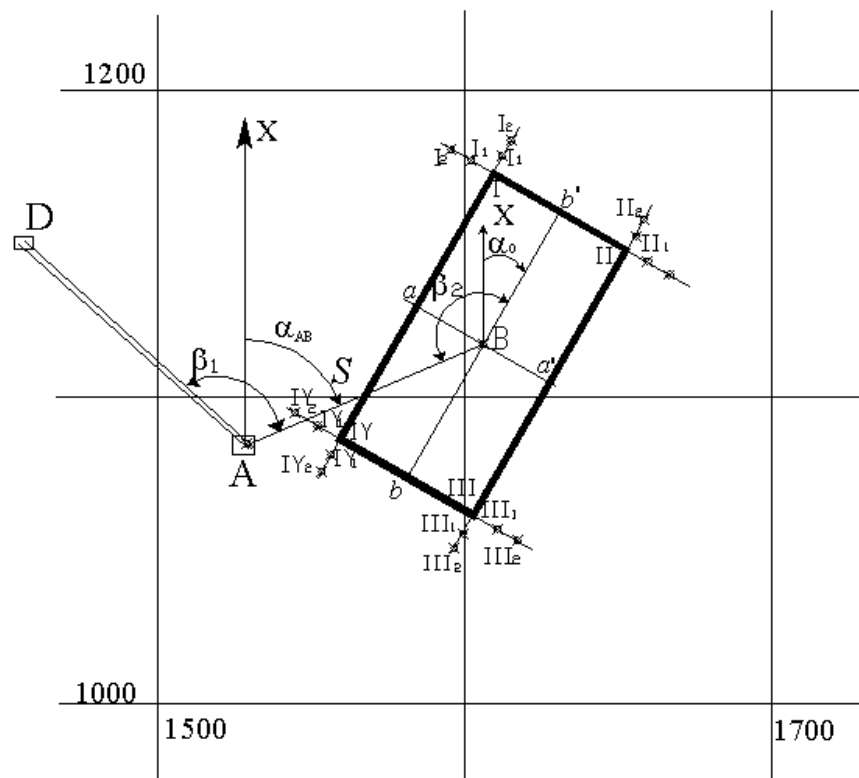

Рисунок 1. Пояснительная схема к проекту разбивки здания на промышленной площадке карьера.
В соответствии с генеральным планом промышленной площадки карьера требуется перенести в натуру здание размером 110x50,0 м. Координаты центра (B) здания (X_B , Y_B) и дирекционный угол (α_0) продольной оси здания приведены в таблице 2. Проект разбивки здания составить на миллиметровке в масштабе 1:1000 (см. рисунок 1).
4) Для переноса в натуру центра (B) здания устанавливают теодолит в точке A и от направления AD откладывают угол β_1 затем по направлению AB стальной рулеткой откладывают горизонтальное проложение S и фиксируют на промышленной площадке точку B . (рис.1).
6) Разбивка в натуре углов здания (I, II, III, IV) производится от осей здания. Устанавливают теодолит в точке " a ", визируют на точку B откладывают угол 90^0 и половину продольного размера здания и закрепляют на площадке точку I. Затем откладывают угол 90^0 в противоположную сторону и половину продольного размера здания и фиксируют в натуре точку II. Аналогичным образом закрепляют на промышленной площадке углы здания III и IV. Контроль разбивки здания осуществляется по створности линий I-" a "-IV и II-" a' "-III (см. рисунок 1). При этом отклонение от створа не должно превышать ± 5 мм.
7) Закрепление строительных осей стен здания производится методом створной выноски. Каждая из четырех осей здания закрепляется 4 пунктами - по 2 пункта с каждой стороны (см. рисунок 1).